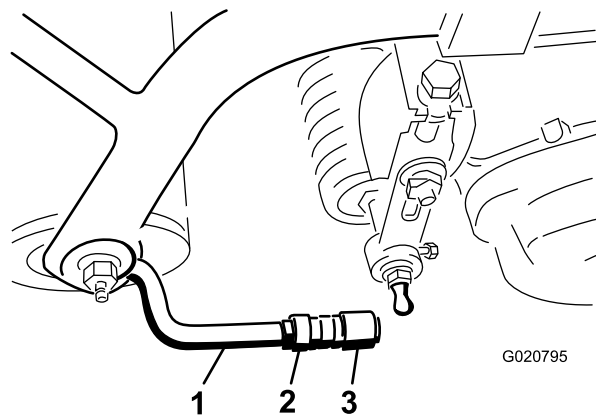

Figura 9
5. Alinhe as fichas nas rótulas para que o lado aberto da ficha fique centrado em relação ao pino esférico e aperte as porcas de bloqueio para prender as fichas no sítio (Figura 9).